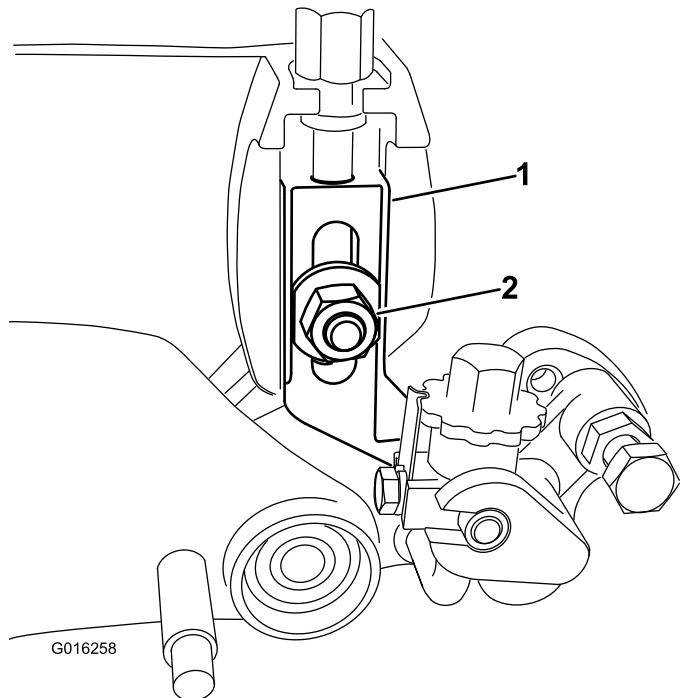

Bild 5
5. Entfernen Sie die Senkschraube, Mutter und Scheibe, mit denen der Schnitthöhenarm an der Seitenplatte befestigt ist (Bild 5).